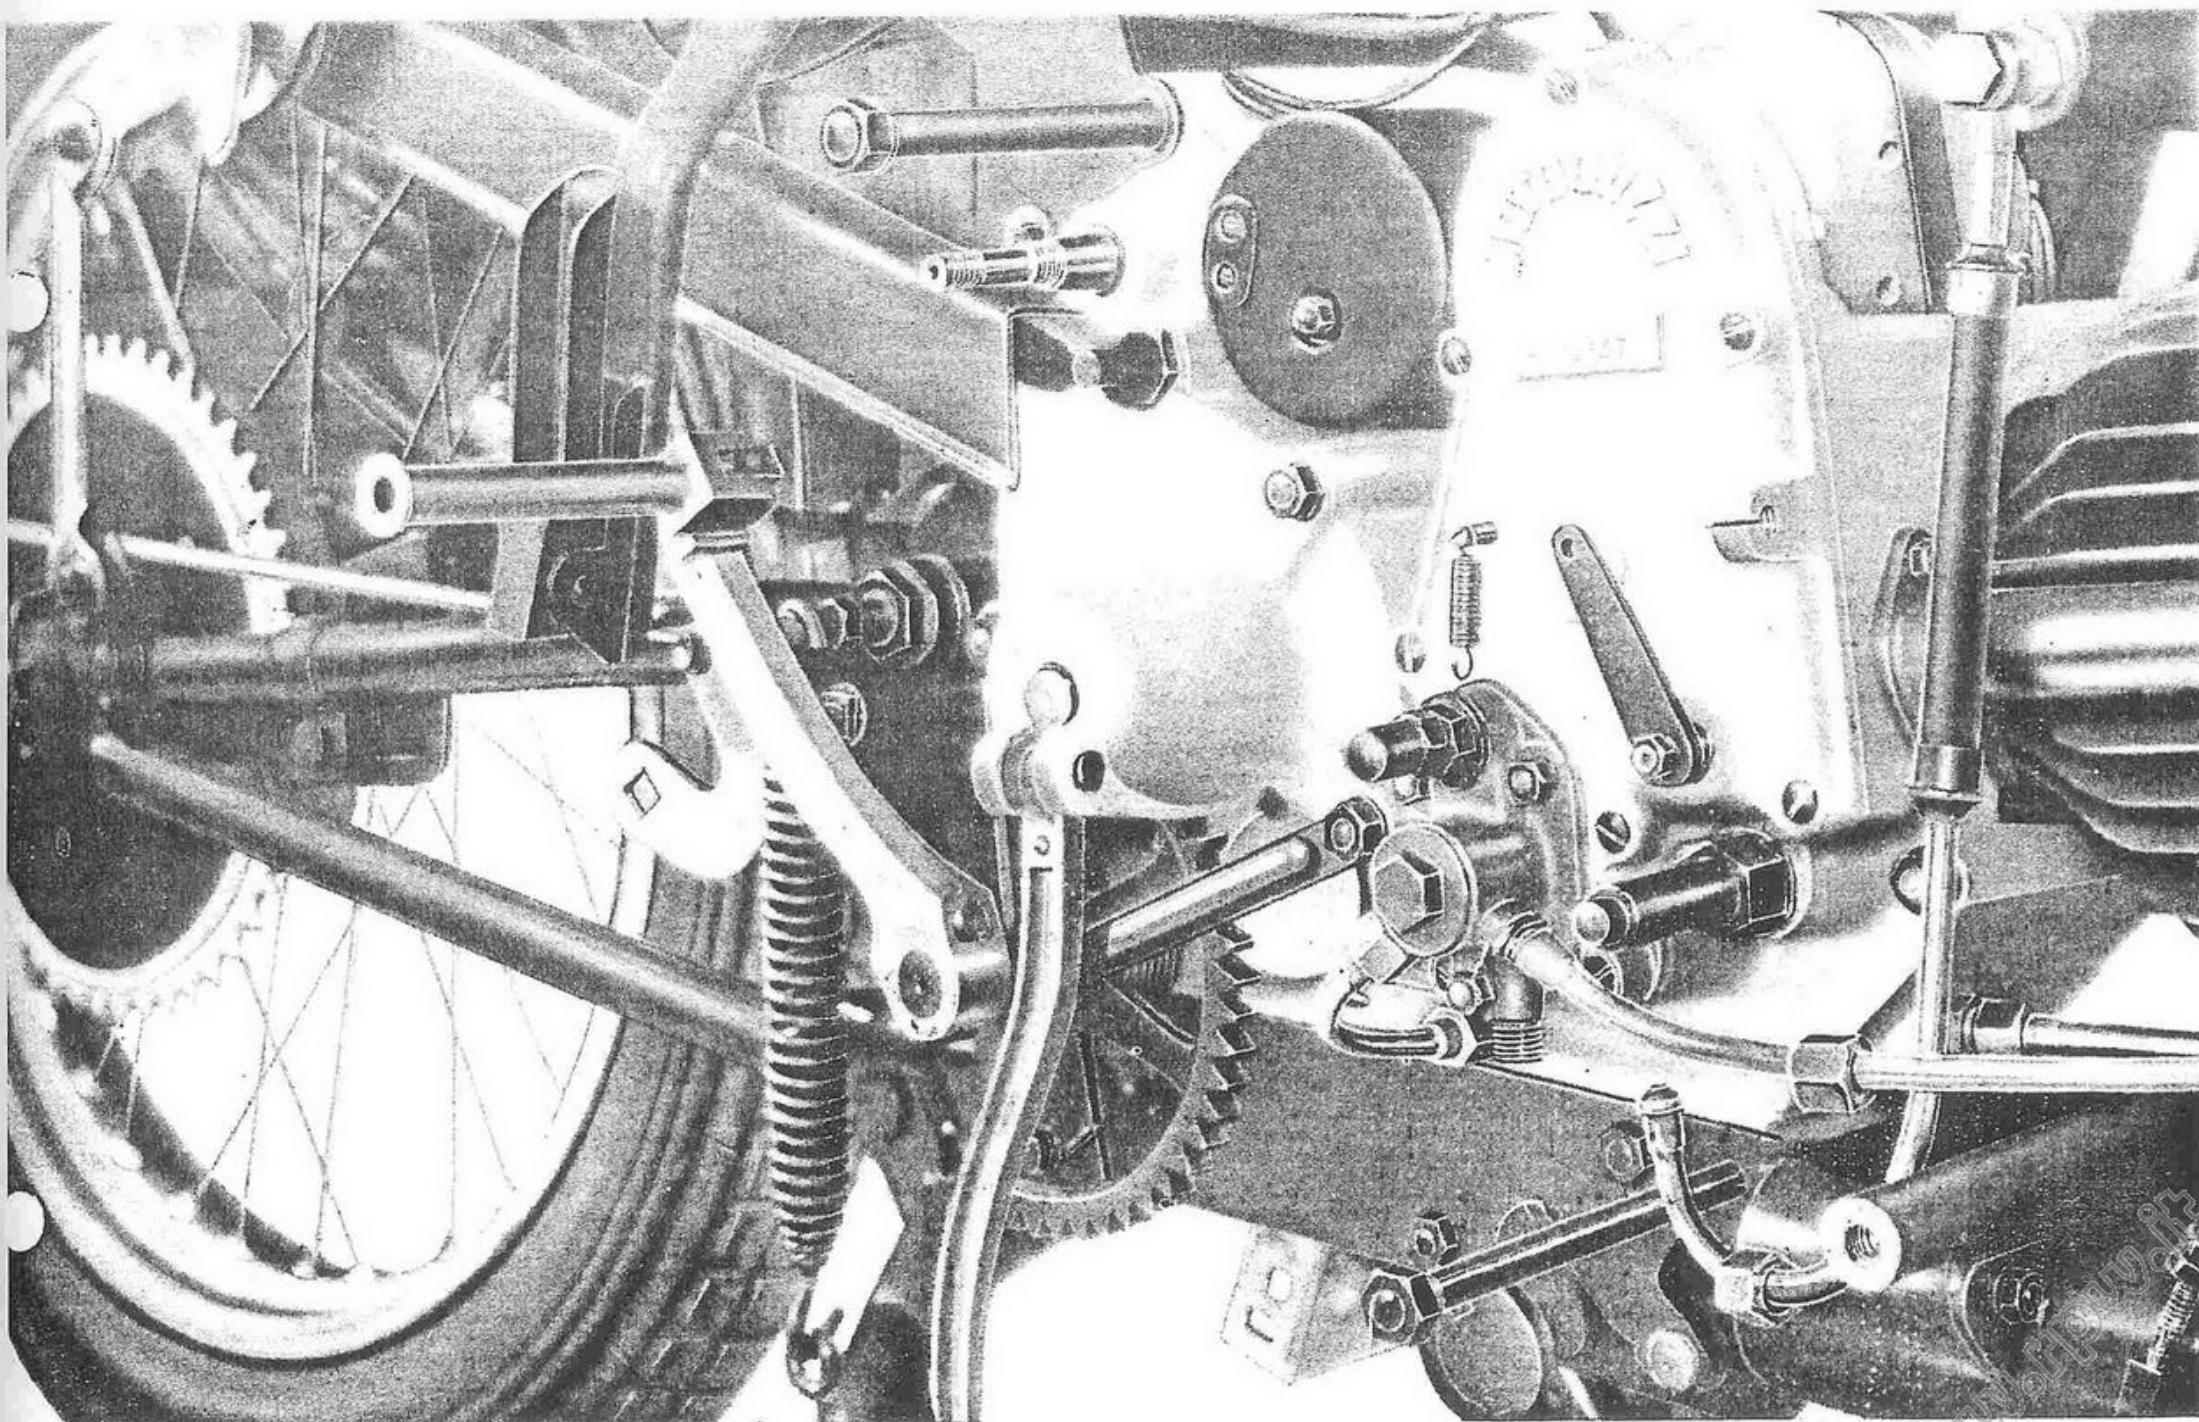

Fig. 7 - Si noti una parte dei perni per fiss. motore parzialmente sfilati
- i perni che fissano il motore alle piastre. Sono quattro: il posteriore superiore si sfila a destra; il posteriore inferiore si sfila a sinistra; gli altri due si possono sfilare indifferentemente da ambo i lati (vedere fig. 7).